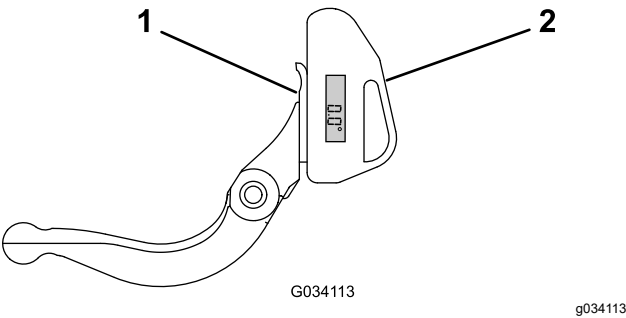

Figura 19
- 1. Coloque o indicador de ângulo no lado inferior da lâmina de corte, como se ilustra na Figura 19.